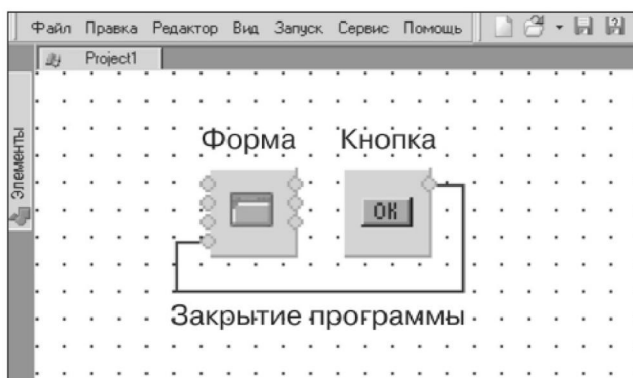

Рис.43
4) Распаковать файл «hiasm_4.05b186.rar» и установить HiAsm Studio на диск C:\. Компиляторы входят в состав сборки, дополнительно ничего скачивать не надо. Чтобы проверить работоспособность базового пакета, можно создать тестовый проект: «Файл—Новый—Приложение Windows—OK». Далее собрать блок-схему, как на **рис. 43**, задать в свойствах кнопки Button надпись Caption «Hello, World!», удлинить физический размер кнопки в редакторе формы и запустить на компиляцию иконкой зеленого треугольника. Логика работы — при старте приложения появляется кнопка с надписью «Hello, Word!», при нажатии на которую программа закрывается. Исполняемый файл «Project1.exe» размещается в папке «Projects», где можно хранить и файл с исходными кодами «Project1.sha» (Файл—Сохранить).